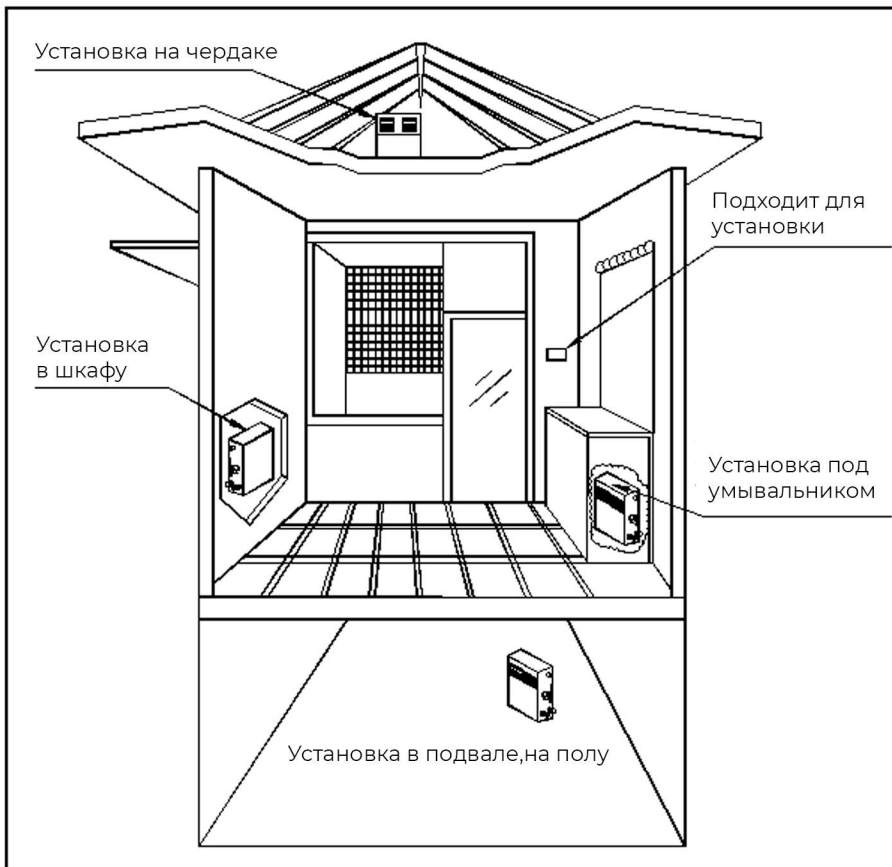

Рисунок 3
- Парогенератор должен быть установлен в сухом и хорошо проветриваемом месте. Он может быть установлен либо на стене, либо на полу, но должен быть хорошо закреплен. Разместите парогенератор как можно ближе к парилке, например, в шкафу, под умывальником или в подвале(см.рис. 3).